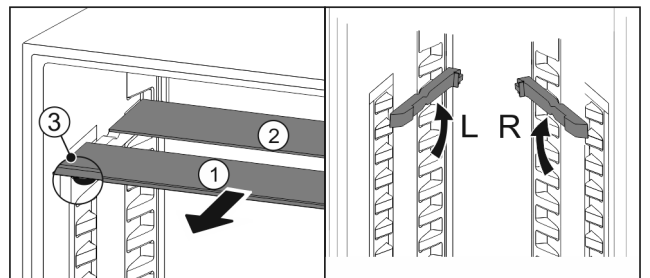

Fig. 64
- ▶ Glasplatten einzeln nach vorne herausziehen Fig. 64 (1).
- ▶ Glasplatte Fig. 64 (1) mit Zierleiste liegt vorne.
- ▶ Stopps Fig. 64 (3) zeigen nach unten.